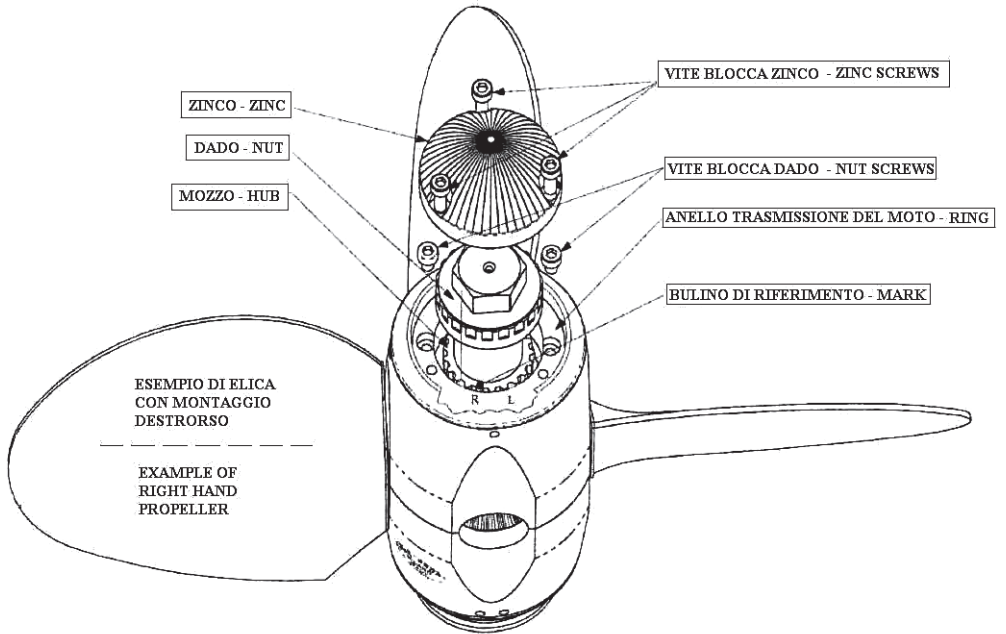

Fig. 3
La MAX PROP® FAST GENERAZIONE 2 offre la possibilità di modificare il senso di rotazione, per es. in caso di cambio del motore, o di semplice errore al momento dell'ordine. (Se aveste dei dubbi: per capire il senso di rotazione del Vostro asse motore, è necessario innestare la marcia avanti e guardare da poppa verso prua. Se l'asse gira in senso orario la rotazione è destrorsa, al contrario se gira in senso antiorario la rotazione è sinistrorsa.). Per cambiare il senso di rotazione della MAX PROP® FAST GENERAZIONE 2, da destrorsa a sinistrorsa o viceversa, procedere come segue, facendo riferimento alla fig.3:
- Se rimontate l'anello porta-zinco con il dente "R" in corrispondenza del dente del mozzo che ha stampigliato il bulino avrete un elica destrorsa, se invece inserite l'anello con il dente "L" in corrispondenza del dente del mozzo che ha stampigliato il bulino avrete un elica sinistrorsa(vedi Fig.3).
In order to change rotation of the MAX PROP® FAST GENERATION 2, from right hand rotation to left hand rotation or viceversa, do as follows referring to fig.3
- *If you place the zinc bearing ring in its seat again, matching the "L" tooth with the hub reference mark, you have a left hand rotating propeller, on the contrary, with the "R" tooth you have a right rotating propeller as in fig.3*